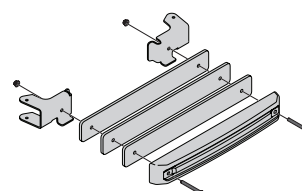

Figure 27
2. Fixez les poids et les plaques de poids aux supports de suspension à l'aide de deux vis à tête hexagonale de 3/8 po (710-3085) et de deux écrous (712-04065) comme illustré à la Figure 27.